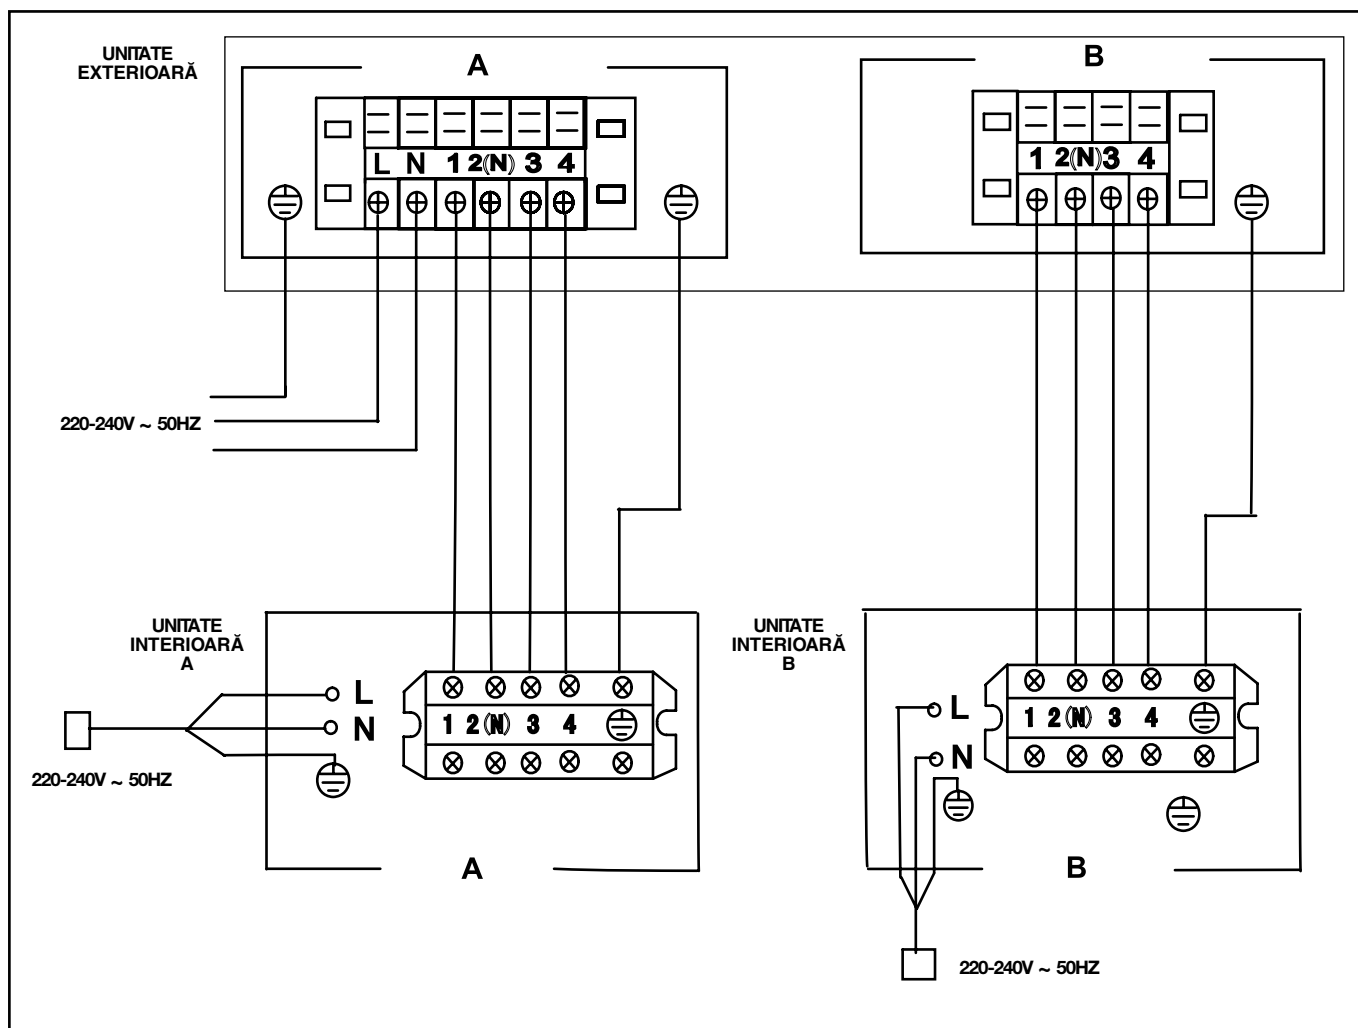

fig.17
3. Conectați cablurile urmând indicațiile de pe borne (fig. 17).
2. Conectați cablurile la panoul de borne urmând indicațiile de pe borne și de pe panoul de borne (fig. 17).